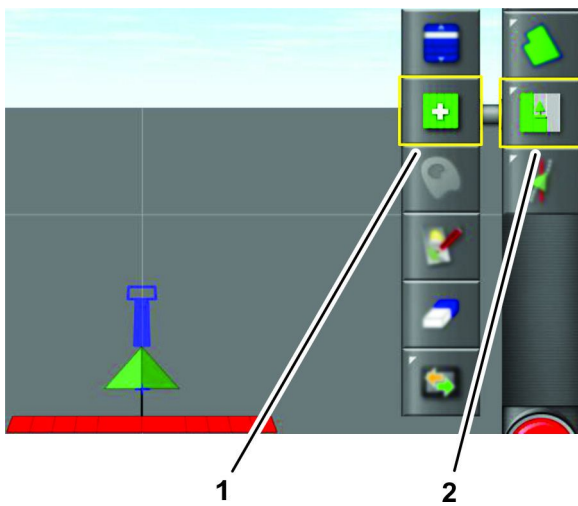

Figure 93
3. Appuyez sur l'icône Menu des tâches (Figure 93).
4. Appuyez sur l'icône Choisir une tâche (Figure 93).